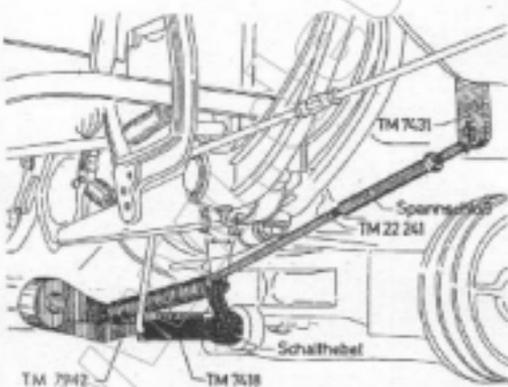

Abb. 7
6. Bevor die hintere Lagerplatte TM 7942 angeschraubt wird, muß die Ose an der Lagerplatte in die Feder TM 7418 eingehängt werden (Abb. 7).